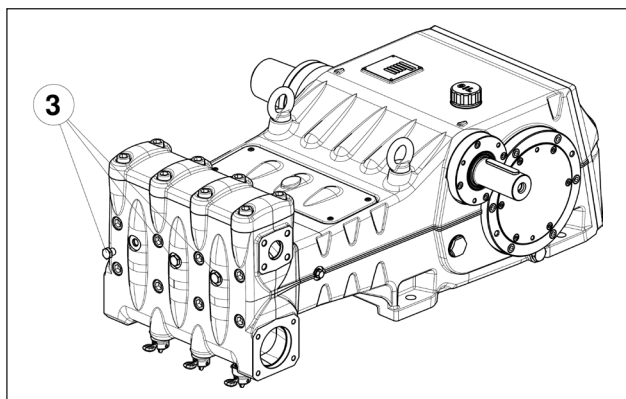

Fig. 11
**En cas de problèmes d'amorçage dus à une alimentation insuffisante, enlever les trois bouchons à l'avant de la tête (exception faite pour la version LK36) comme le montre le rep. ③ Fig. 11.**